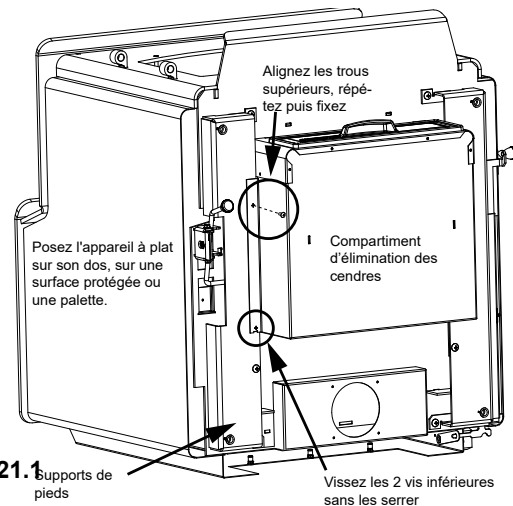

Figure 21.1
- a. Commencez par les deux boulons du bas à travers le tiroir à cendres et dans la base de l'appareil (**Figure 21.1**).